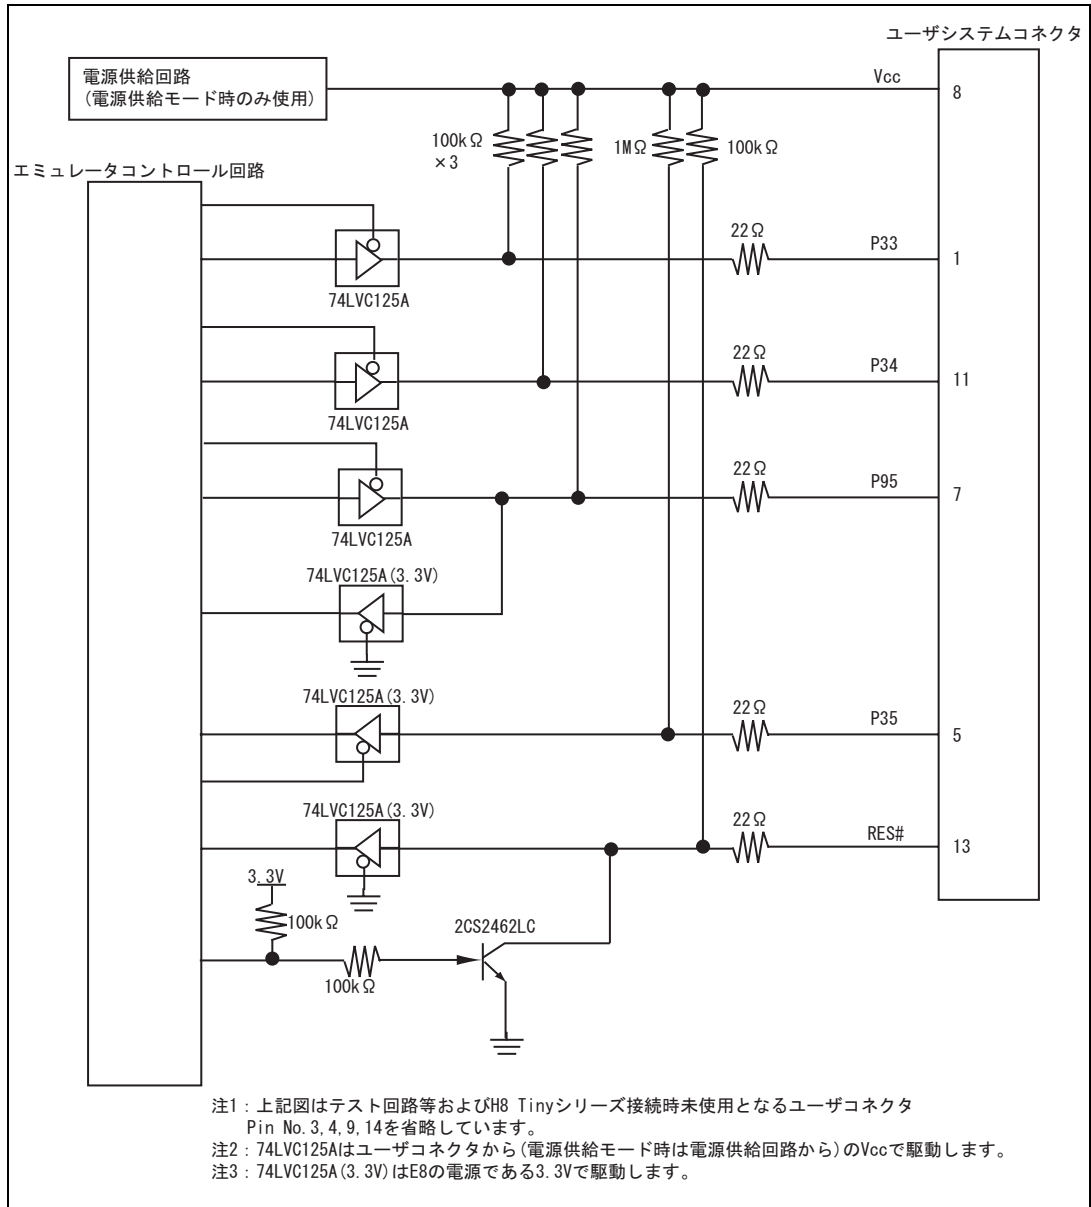
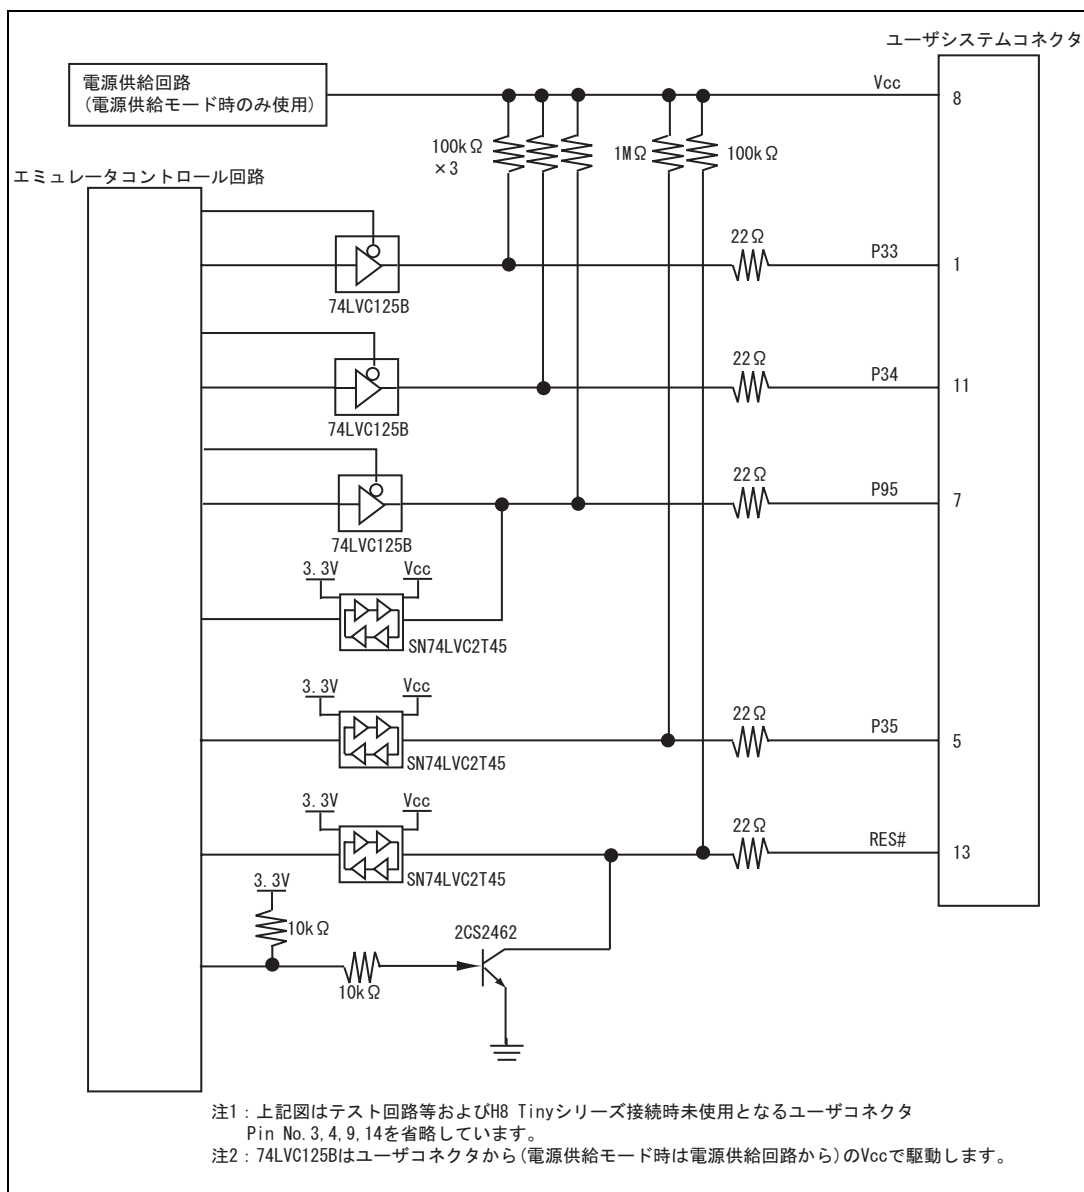

図 4.6 E8 エミュレータ内インタフェース回路 (参考)
図 4.7 E8a エミュレータ内インタフェース回路 (参考)
8. 図4.6にE8エミュレータ内インタフェース回路を示します。図4.7にE8aエミュレータ内インタフェース回路を示します。プルアップ抵抗の値などを決定するときに参考にしてください。